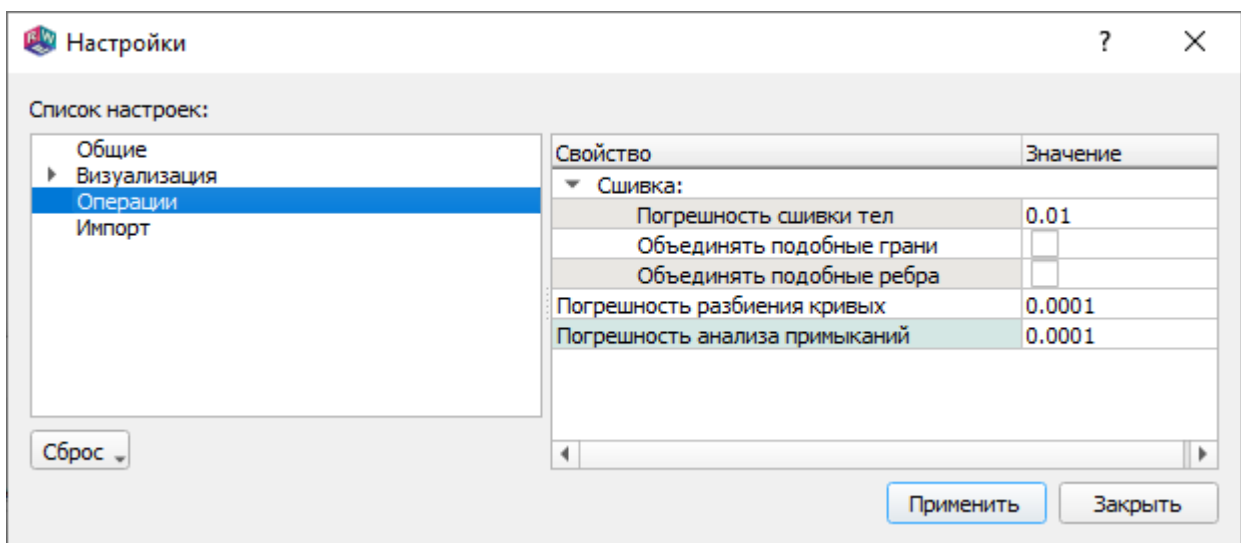

Рис. 199
17.4.1. Вид страницы настроек операций показан на рис. 199.